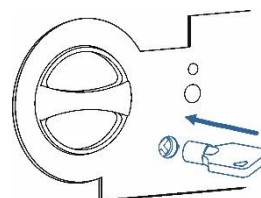

Рис. 5.3
- Вставьте ключ до упора (флажок ключа справа) и, надавив на него, поверните до упора против часовой стрелки (Рис. 5.3)